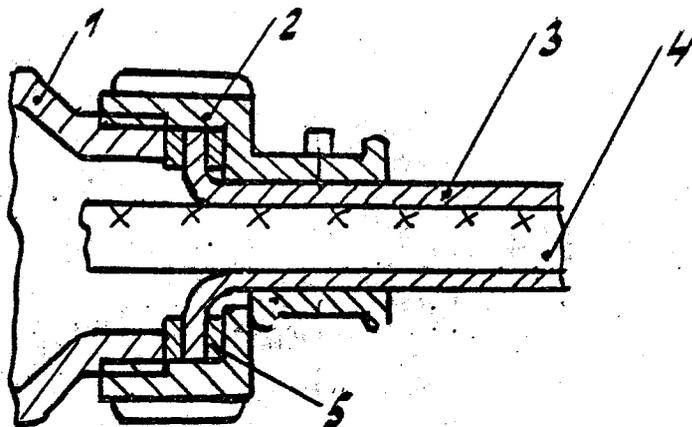

РИС. 17 Вариант 3 заделки хвостовика штепсельного разъёма
- в) штепсельный разъем без экранированной гайки, с прижимными планками. Жгут имеет общий экран. Заделку произведите согласно рис. 17. Наличие уплотнительной резины под прижимными планками зависит от соотношения диаметров жгута и хвостовика ШР-а. Если жгут не будет иметь общего экрана будут отсутствовать шайбы заделки общего экрана.